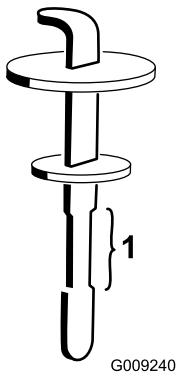

Figure 88
5. Dévissez la jauge du goulot de remplissage et essuyez-la sur un chiffon propre. Remettez la jauge dans le goulot de remplissage, ressortez-la et contrôlez le niveau de liquide (Figure 88).